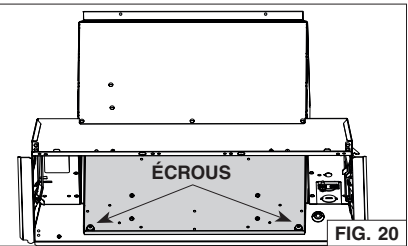

FIG. 20
8. Par l'intérieur de l'appareil, détacher la plaque arrière (en gris dans la FIG. 20) en retirant ses 2 écrous de retenue à l'aide d'une douille de 3/8 po de diamètre. Mettre de côté les écrous et la plaque.